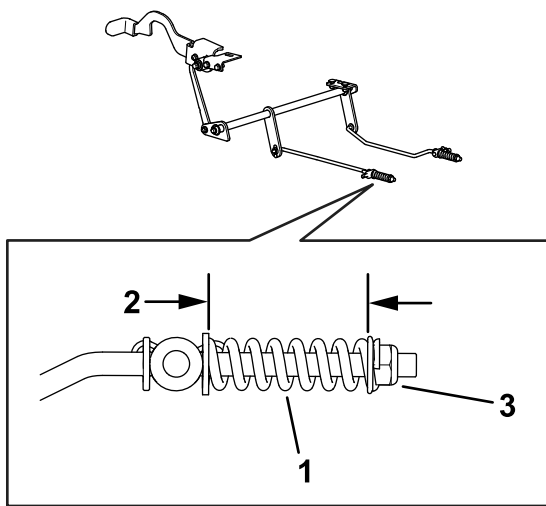

Figure 58
8. Contrôlez les deux longueurs de ressort comme montré à la Figure 58. Si un réglage est nécessaire, tournez l'écrou de maintien du ressort dans le sens horaire pour raccourcir le ressort, et dans le sens antihoraire pour l'allonger. Répétez l'opération 6.